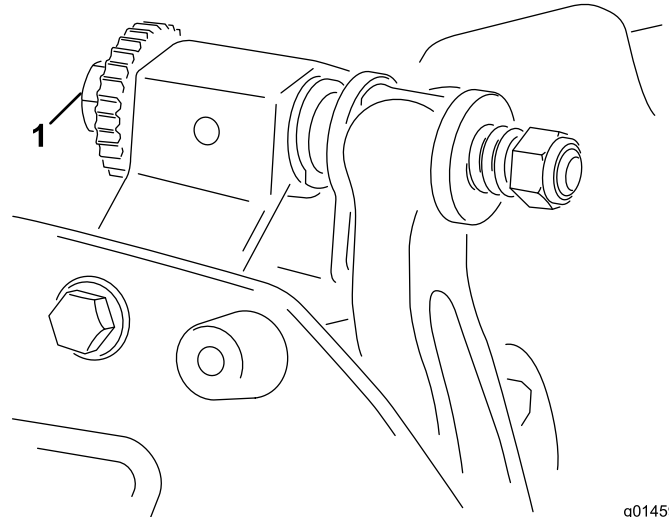

Figura 9
- A. Rode os parafusos de ajuste da barra de apoio no sentido dos ponteiros do relógio (Figura 9), um clique de cada vez, até que se veja e oiça um leve contacto.
6. Rode o parafuso de ajuste da barra de apoio direita (**Figura 9**) até sentir uma ligeira pressão no calço deslizando-o de um lado para o outro. Retire o calço.